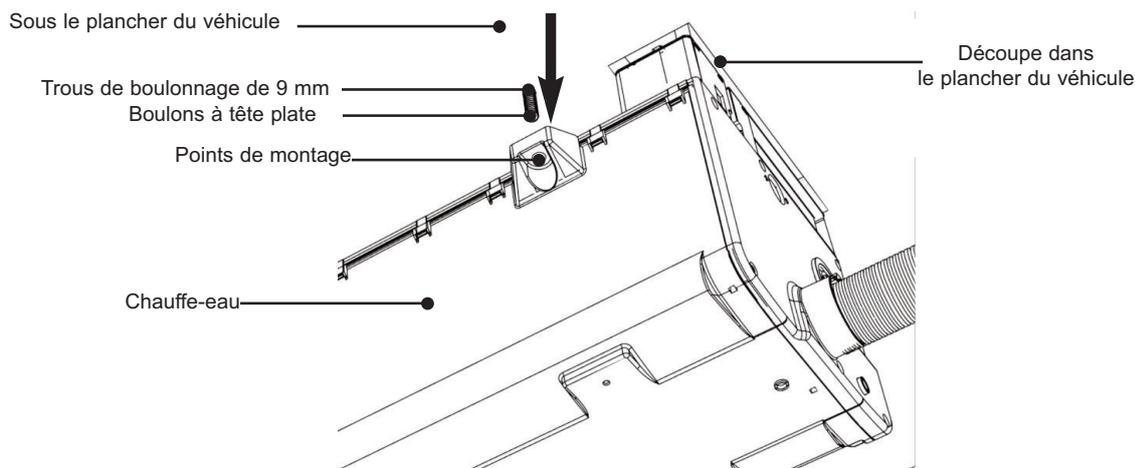

Fig. 11 Installation du chauffe-eau
- ii. Positionnez le chauffe-eau sous le plancher du véhicule. Les boulons doivent traverser les pieds de montage, (comme indiqué à la Fig. 11).